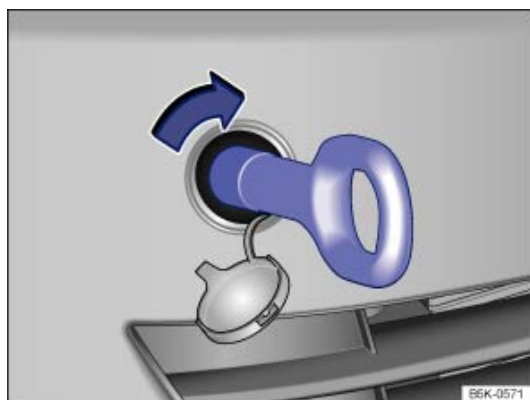

Fig. 181 Dans le pare-chocs avant, côté droit : vissage de l'œillet de remorquage
- Vissez l'œillet de remorquage aussi fermement que possible dans sa fixation ⇒ Fig. 181 en le tournant **dans le sens horaire** ⇒ . Utilisez un objet approprié permettant de visser complètement et fermement l'œillet de remorquage dans la fixation.